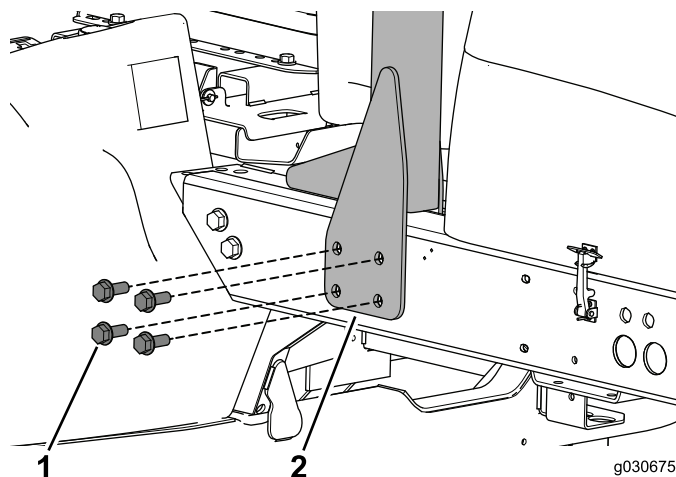

Figure 6
1. Retirez les boulons qui fixent le ROPS au côté gauche de la machine (Figure 6).